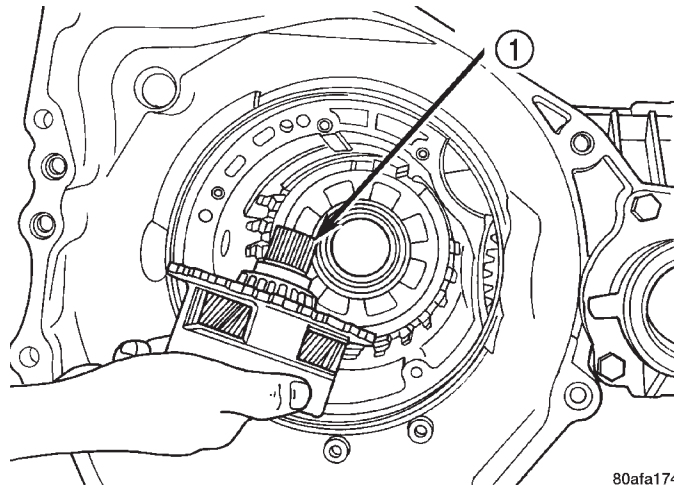

Fig. 92 Instalación del conjunto del portador trasero
(12) Instale el conjunto del portador trasero en el cárter del transeje (Fig. 92).